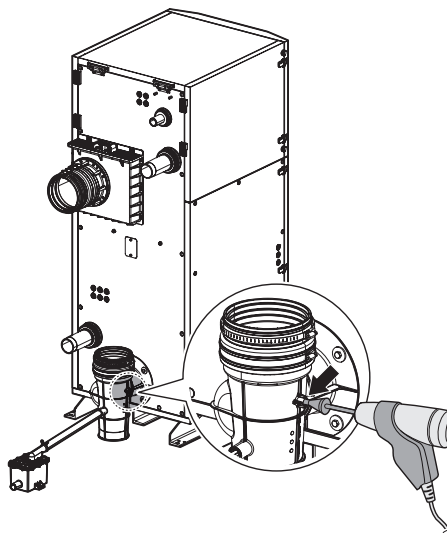

Figure 9. Insertion de l'analyseur
- Desserrez la vis, tournez la plaque et retirez le joint d'étanchéité pour accéder au port de surveillance des émissions, comme illustré à la figure 9.
- Insérez l'analyseur dans le port, comme représenté à la Figure 9.